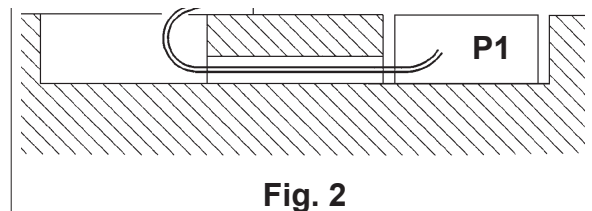

Fig. 2
- Togliere l'imballo, posizionare la pedana P1 (vedere lay-out) all'interno della fossa e la pedana P2 su dei distanziali in modo tale da permettere l'inserimento dei tubi idraulici nelle canalizzazioni a pavimento (Fig.2).